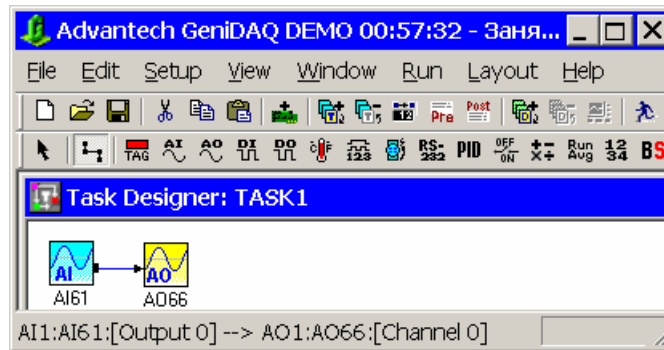

Рис. 5.17. Окно редактора задач
6. *Шестое действие.* Теперь выполните соединение выхода блока аналогового ввода с входом блока аналогового вывода. Для этого выберите кнопку **Connection wire** на панели инструментов и поместите "нить" на блок **AI61** в окне редактора задач. В появившемся диалоговом окне выберите выходной канал **Output 0** (при работе с OPC-сервером правильным всегда будет только такой выбор), нажмите кнопку **ОК** и положите "нить" на блок **AO66** в окне редактора задач. В результате выполненных действий информация будет передаваться с выхода блока аналогового ввода на вход блока аналогового вывода (рис. 5.17).